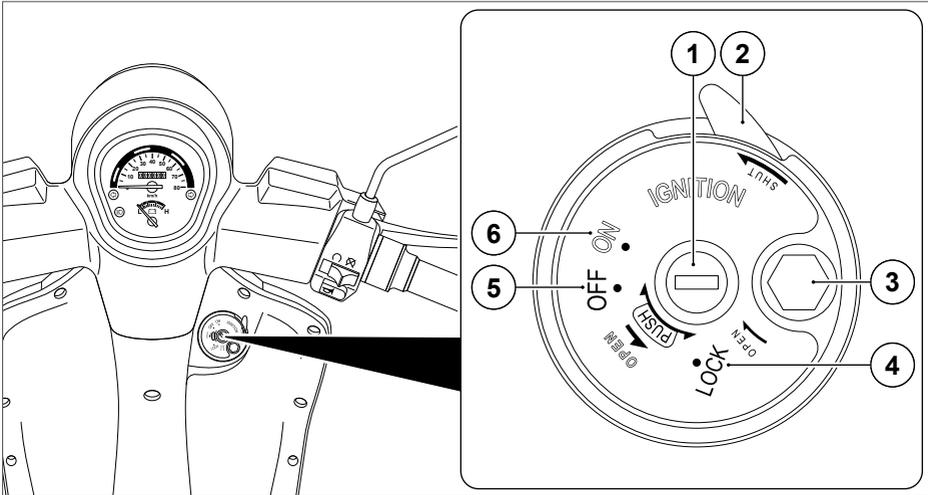

Abb. 7 Zündschloss (Beispieldarstellung)
2. Verschlusshebel Zündschloss in Pfeilrichtung drücken, um das Zündschloss zu verriegeln. → „Abb. 7 Zündschloss (Beispieldarstellung)“ auf Seite 29.